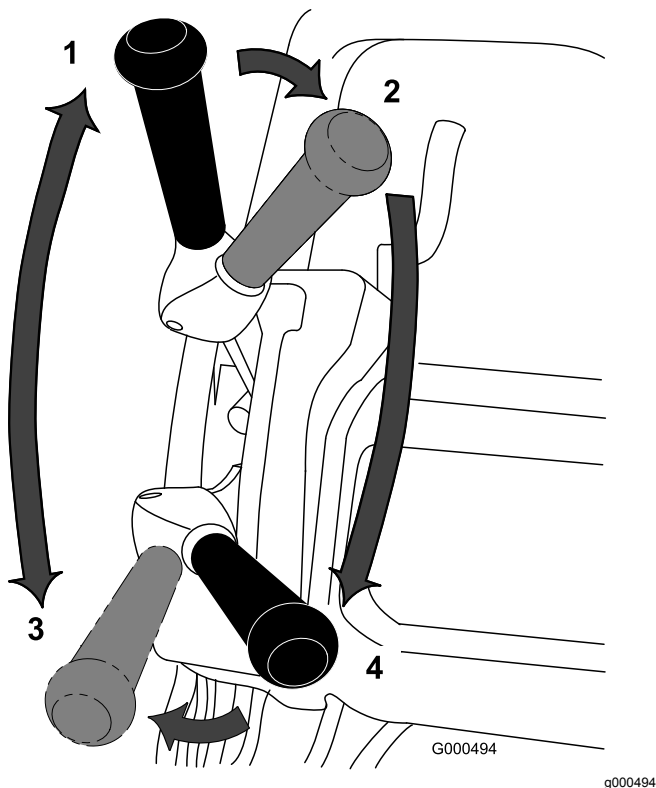

Рисунок 35
2. Убедитесь, что рычаг управления тягой и приводом барабана находится в НЕЙТРАЛЬНОМ положении; см. Рисунок 35.
1. Включите машину, установите регулятор скорости в НУЛЕВОЕ положение, нажмите вниз на рукоятку, чтобы поднять режущий блок, нажмите на механизм контроля присутствия оператора, переведите рычаг управления тягой в положение ПЕРЕДНИЙ ХОД (Рисунок 35) и постепенно увеличивайте настройку регулятора скорости, чтобы переместить машину на край грина.
3. Переведите рычаг управления тягой в НЕЙТРАЛЬНОЕ положение, затем переведите рычаг влево и вперед в положение «тяга – ПЕРЕДНИЙ ХОД, привод барабана включен» (Рисунок 35).